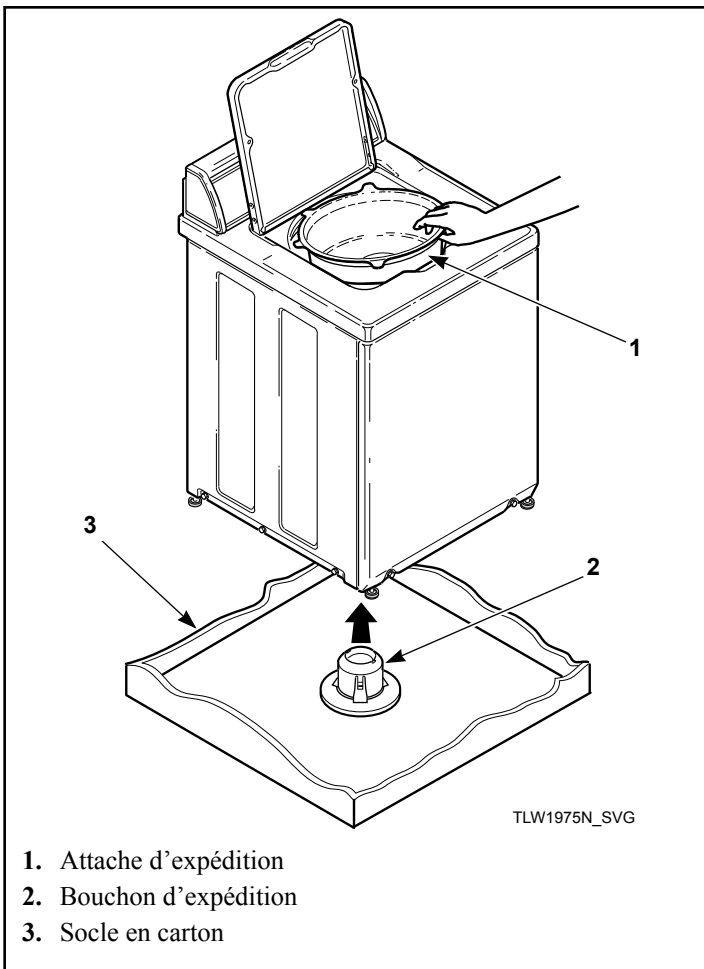

Figure 2
2. Le bouchon d'expédition sera enlevé du socle du lave-linge lorsque vous retirerez son socle en carton. Se reporter à la *Figure 2*.